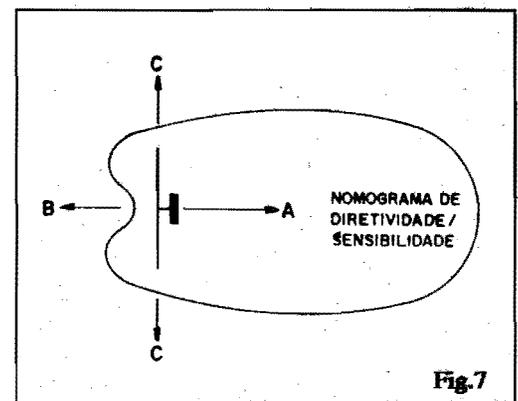

Fig.7
- FIG. 7 - "Lóbulo" da antena, ou padrão de diretividade/sensibilidade. No diagrama, o traço fino e longo representa um perfil do quadro/refletor, enquanto que o traço curto e grosso simboliza o perfil da "borboleta"... É essa "borboleta" que deve ficar apontada para a estação de UHF cujos sinais de TV se deseja captar. Pelo seu projeto, nossa antena apresenta o maior ganho e rendimento no sentido "A", um rendimento bem reduzido nas "costas" (sentido "B") e praticamente **nenhuma** captação pelas laterais (sentidos "C"- "C"). Esse padrão de sensibilidade deve, **obrigatoria-**